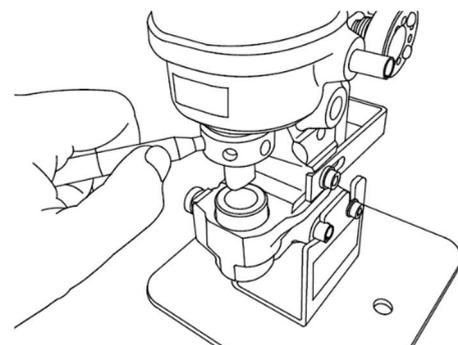

図17
- 4) 作業前、および連続での作業の途中でパンチキャップがゆるんでいないか付属の棒レンチで確認してください。ゆるんでいた場合は確実に締め直して下さい。(図17参照)
パンチキャップを付属の棒レンチ(φ6)で向かって右より左方向(左回り)へゆるめます。(図17)
パンチキャップがゆるまない様に付属の棒レンチ(φ6)で確実に締めこみます。(図17)